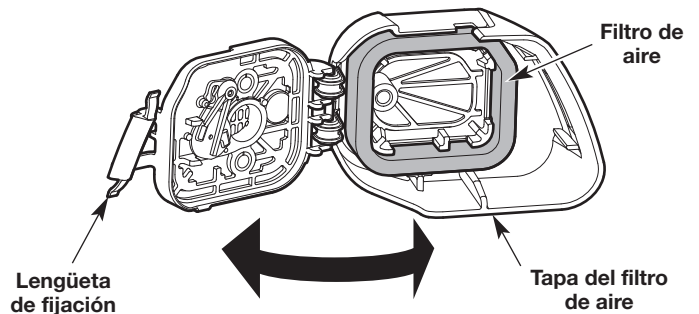

Fig. 27
1. Abra la cubierta del filtro de aire: oprima la lengüeta de fijación y gire la cubierta del filtro de aire hacia la derecha (Fig. 27).
2. Extraiga el filtro de aire del interior de la cubierta del filtro de aire (Fig. 27).
6. Reinstale el filtro de aire dentro de la cubierta del filtro de aire (Fig. 27).
7. Cierre la cubierta del filtro de aire: Gire la cubierta del filtro de aire hacia la izquierda y oprímala para cerrarla hasta que la lengüeta de fijación entra a presión en su lugar (Fig. 27).